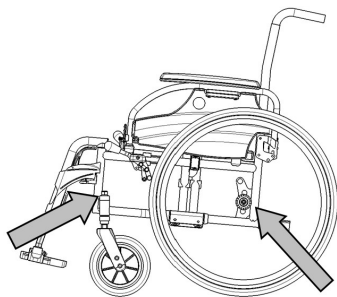
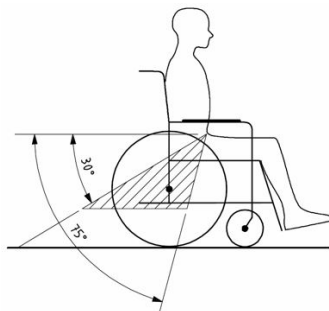

Figura 1
Figura 2
6. Montare le cinture di sicurezza anteriori seguendo le istruzioni del costruttore del sistema di passanti, fino al punto indicato (figura 1). Questo punto è segnato con un simbolo (figura 2).
9. Montare le cinture di sicurezza posteriori seguendo le istruzioni del costruttore del sistema di passanti, fino al punto indicato (figura 1). Questo punto è segnato con un simbolo (figura 2).